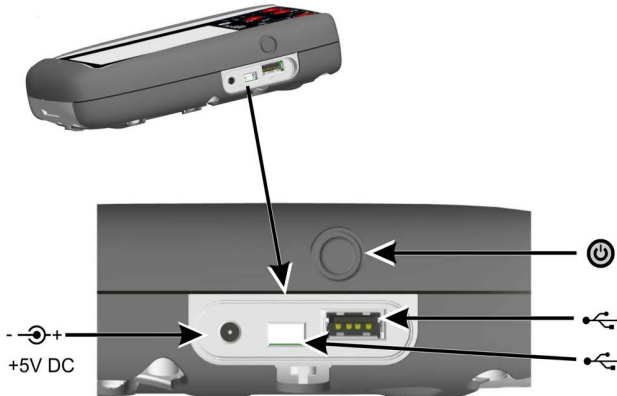

Abbildung 1-6: DPI620G Einschaltknopf und Anschlüsse
1. Schieben Sie den Gleichstromstromanschluss in die + 5V Gleichstrombuchse an der Seite des Geräts, siehe Abbildung 1-6.